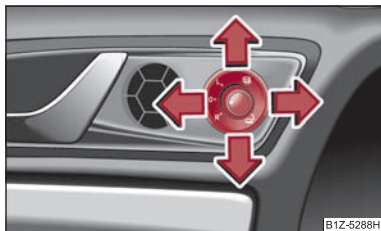

Abb. 54 Türinnenteil: Drehknopf
- Stellen Sie den Drehknopf in die Position ⇒ Abb. 54.
Bei Fahrzeugen mit Memory für Fahrersitz kippt die Spiegelfläche etwas nach unten, wenn der Rückwärtsgang eingelegt wird und der Drehknopf sich in der Stellung ⇒ Abb. 54 befindet. Dadurch wird beim Einparken die Sicht zur Bordsteinkante ermöglicht.
- Wurden die Außenspiegel mit dem Drehknopf ⇒ Abb. 54 angeklappt, können sie nur mit dem Drehknopf in die Fahrposition zurückgestellt werden.